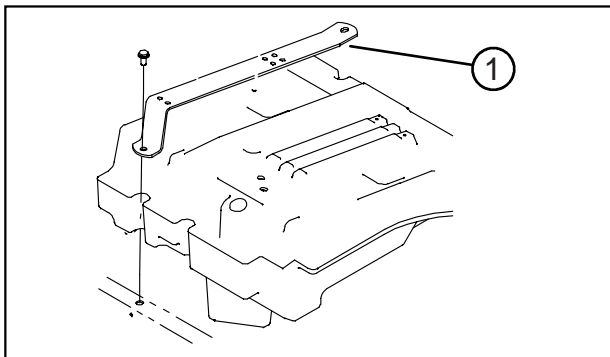

図 4
### 運転席を取り付ける（図4～7）
1. 機体にシート・ストラップを固定しているキャップスクリュを外す（図4）